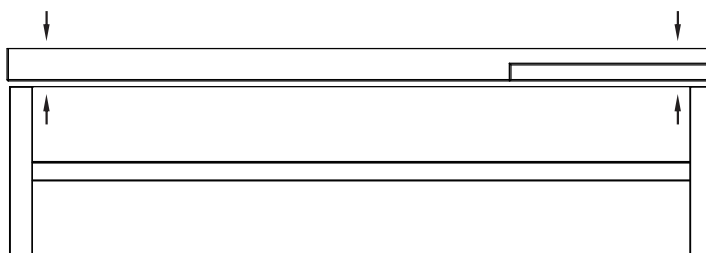
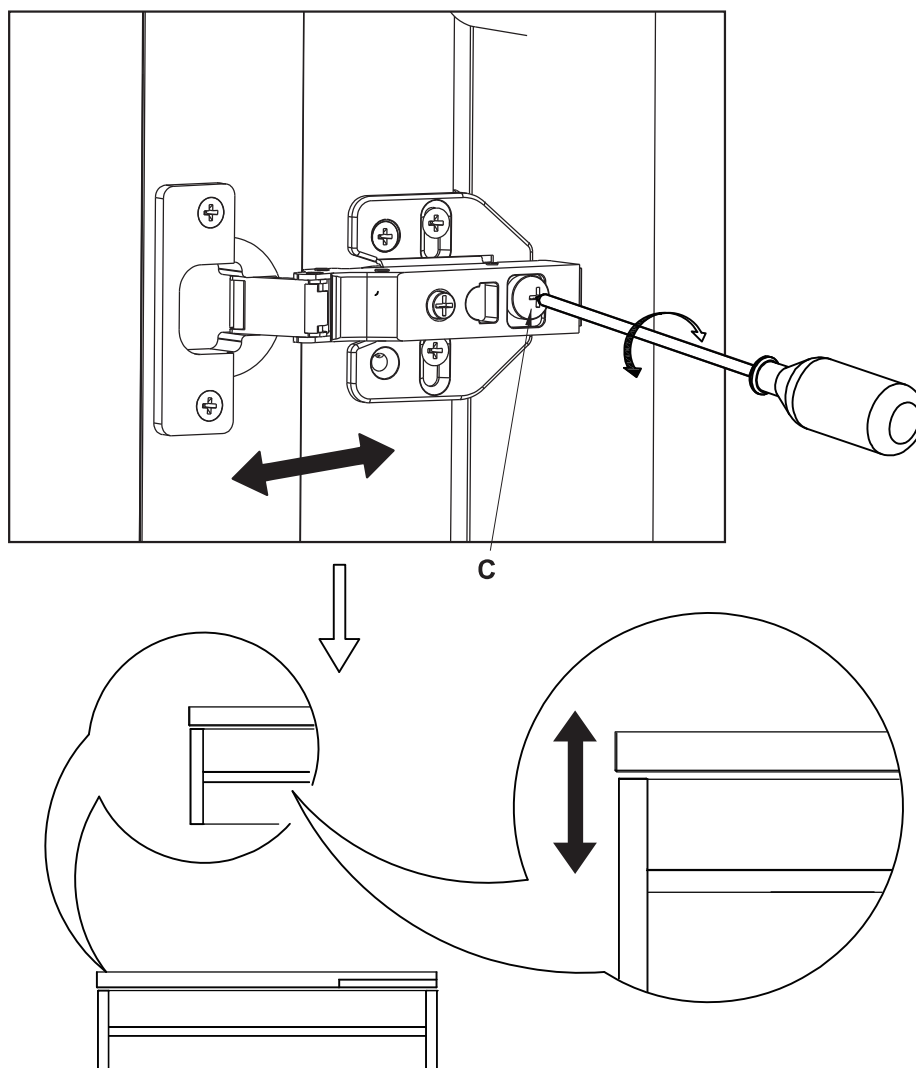

Fig. 8
Fig. 9
3.2 Als de kastdeur niet waterpas staat (Fig. 8), pas dan de afstand tussen de deur en de kast aan door de schroef (C) te verstellen zodat beide deuren waterpas staan (Fig. 9).